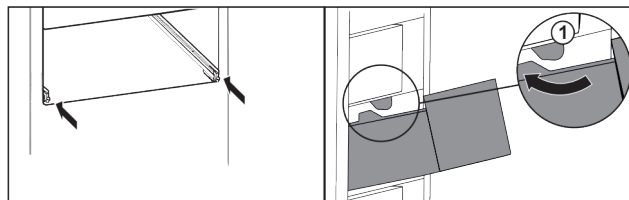

Fig. 31
- ▶ Прокарайте чекмеджето около ограничителите Fig. 31 (1).\*